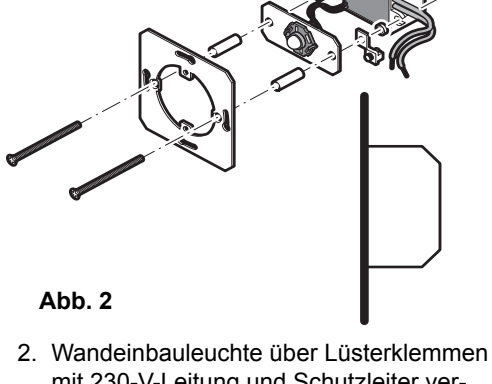

Abb. 2
- Bei flacher Hohlwand-Dose die beiden längeren Abstandshülsen montieren (Abb. 2).